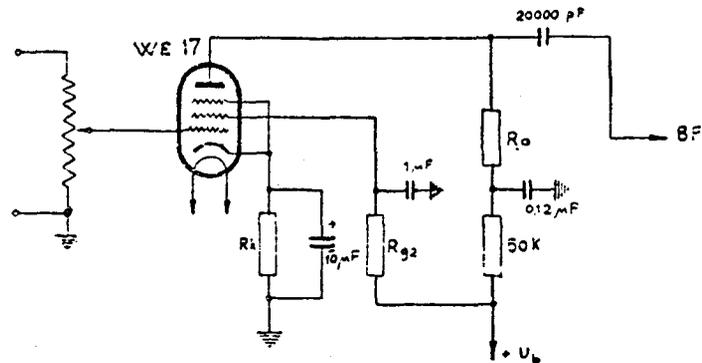

Fig. 13.39. - WE17 amplificatrice di tensione BF.
**2. Amplificatrice BF a resistenza capacità, fig. 13.39:**